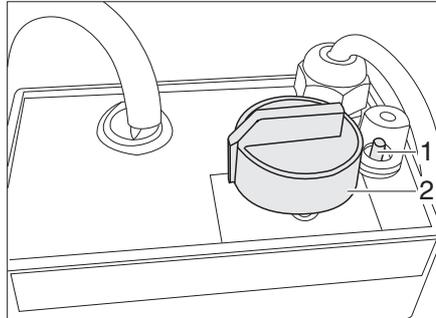

Bild 219 Regler für elektrische Fußbodenheizung
- Den Drehregler (Bild 219,2) auf die gewünschte Heizstufe drehen.
- Den Drehregler (Bild 219,2) auf Stellung "0" drehen.
Wenn der Regler überlastet wird, spricht der Überlastungsschutz an. Der Stift (Bild 219,1) springt heraus.
- Den Stift (Bild 219,1) am Überlastungsschutz eindrücken, wenn der Regler abgekühlt ist.